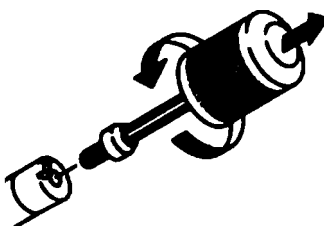

Рисунок 4. Повернуть стопорный винт против часовой стрелки
1. Чтобы удалить стопорный винт необходимо использовать торцевой ключ. Повернуть стопорный винт против часовой стрелки. См. Рисунок 4.